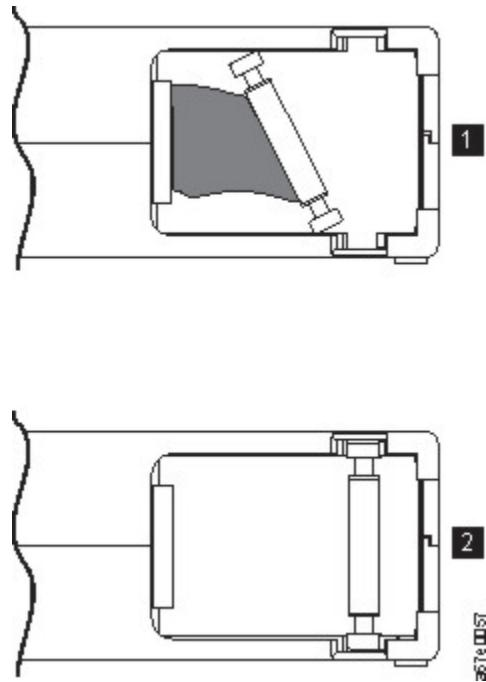

Figure 102. Leader pin in the incorrect and correct positions
- Vérifiez que l'amorce est correctement installée (voir 2 dans Figure 102, à la page 234).
- Ne faites pas tomber la cartouche. Si la cartouche tombe, faites glisser la porte de la cartouche vers l'arrière et assurez-vous que l'amorce est correctement placée dans les clips à ressort de retenue de la goupille. Voir 2 dans Figure 102, à la page 234. Si l'amorce se déloge, allez sur «Repositioning or reattaching a leader pin», à la page 233.
Improper placement of leader pin. See Figure 102 on page 234.
A leader pin that is improperly seated inside a cartridge interferes with the operation of the drive. Figure 102 on page 234 shows a leader pin in the incorrect **1** and correct **2** positions.